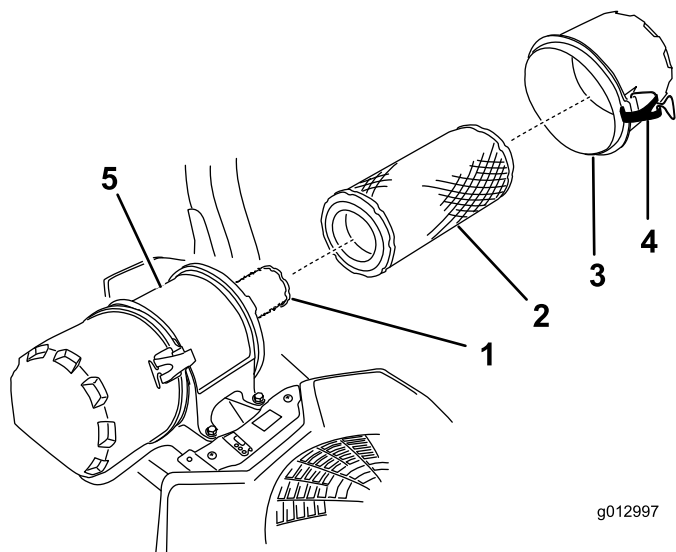

Figura 57
6. Ouvrez les dispositifs de verrouillage du filtre à air et détachez le couvercle du boîtier du filtre (Figura 57).
8. Sortez le préfiltre du boîtier du filtre avec précaution (Figura 57).
2. Si vous remplacez l'élément de sécurité, glissez-le avec précaution dans le boîtier du filtre (Figura 57).
3. Placez ensuite le préfiltre sur l'élément de sécurité avec le même soin (Figura 57).
4. Remettez en place et verrouillez le couvercle du filtre à air (Figura 57).